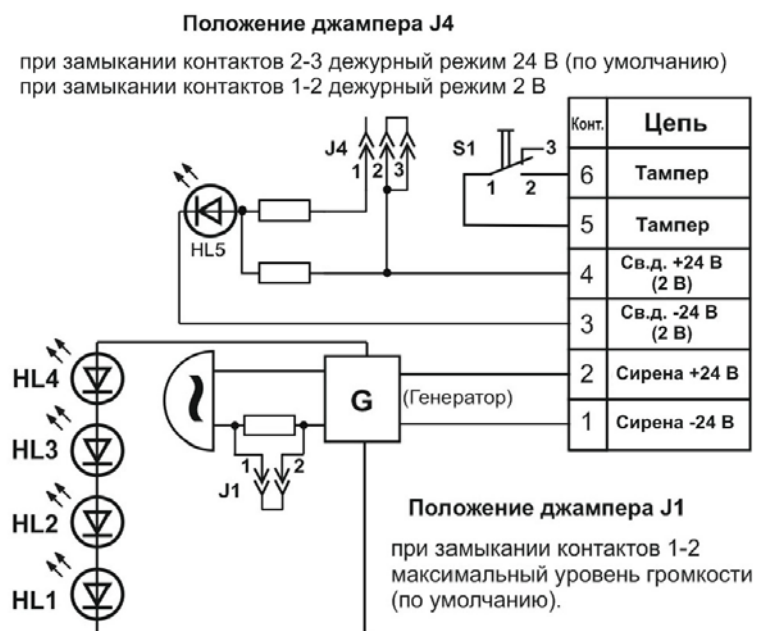
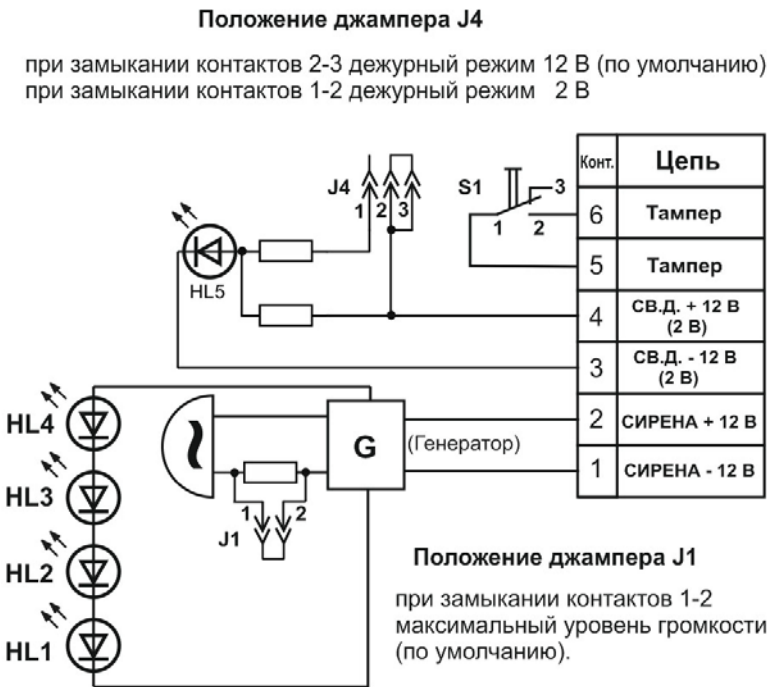

Рисунок 3
Рисунок 2
- 1) оповещатель «ГНОМ-1» (рисунок 2 приложения 1) («ГНОМ-2») (рисунок 3 приложения 1):